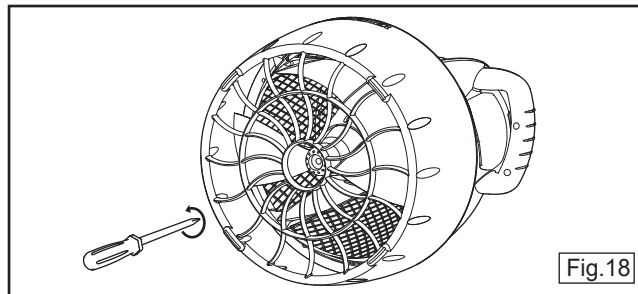

Fig.18
4. Svitare le otto viti della Griglia Posteriore come mostrato in fig. 18.